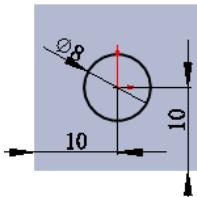

图 5.10.4 尺寸约束
(2) 添加尺寸约束。创建如图 5.10.4 所示的两个尺寸，并修改为设计要求的尺寸值。
(3) 约束完成后，单击图形区右上角的“退出草图”按钮 ，退出草图绘制环境。